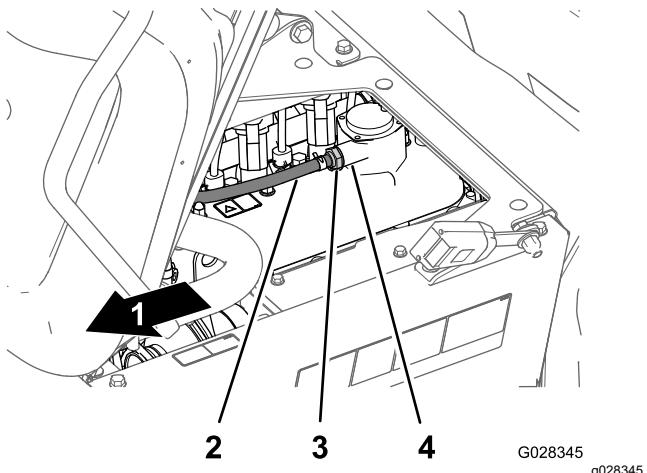

Figure 78
2. Déposez le clapet RGC du raccord sur le couvre-culasse (Figure 78).
- Remarque:** Si le restricteur interne du clapet RGC cliquette, le clapet est réparable; dans le cas contraire, remplacez le clapet (Figure 78).
4. Insérez le clapet RGC jusqu'à ce qu'il soit complètement engagé dans le joint du raccord du couvre-culasse (Figure 78).